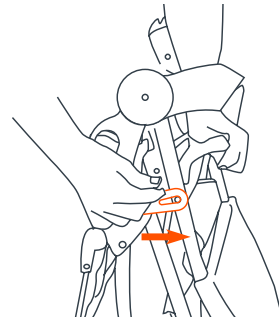
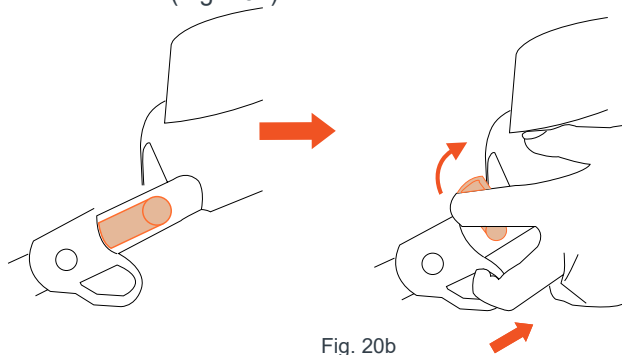

Fig. 20a
Fig. 20b
• Pliegue el cochecito desbloqueando el pestillo y tirando simultáneamente de ambos gatillos de liberación (Fig. 20a). Suelte los pestillos de pliegue y tire del asa del cochecito hasta que el cochecito esté completamente plegado. Asegure el cochecito en la posición plegada bloqueando el pestillo de plegado, ubicado en el lado derecho del cochecito, sobre el remache que sobresale del marco (Fig. 20b).